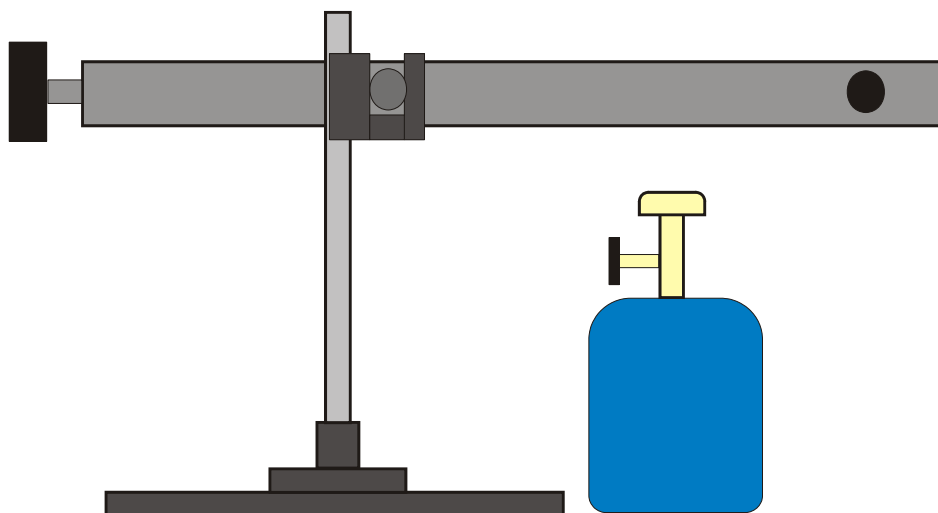

Fig. 1 Struttura di prova dell'apparecchio di Tyndall
- Struttura di prova come da Fig.1. Assicurarsi che il perno non sia orientato nella direzione dell'osservatore.